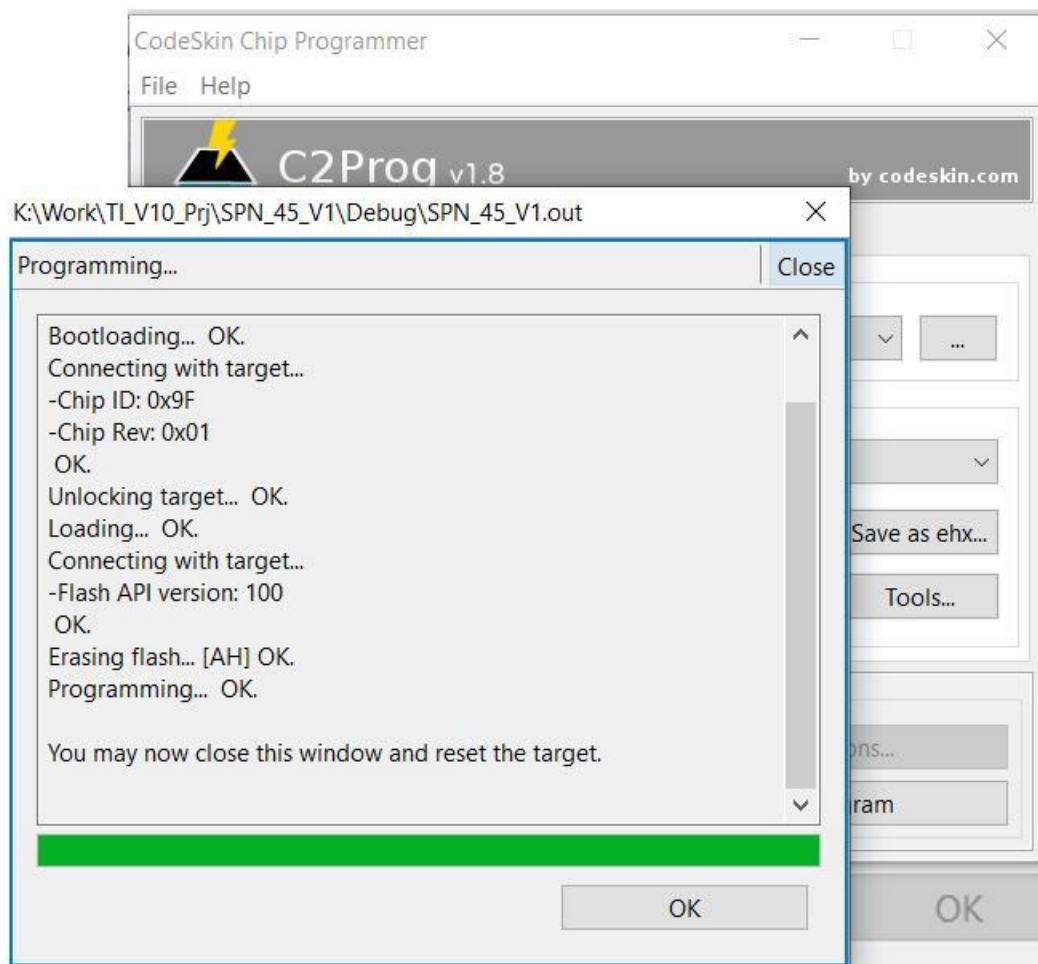

Рис. 8 – Окончание программирования
7. По окончании программирования (см. рис.8) отключить питание снять переключку отключить кабель программирования. Подключить драйверные кабели к системе управления. X1, X2, X7, X8.